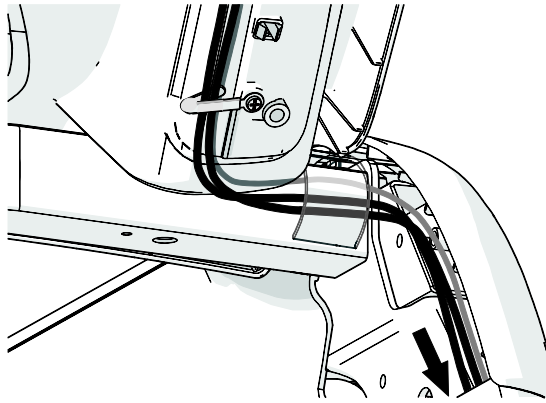

Рисунок 4
1. Перемонтируйте провода (см. рис. 4), используя следующие кабели консоли: